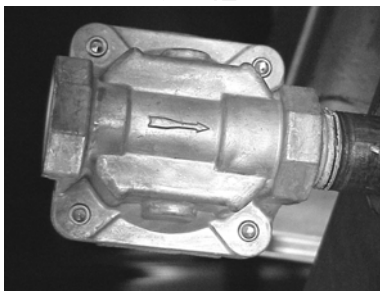
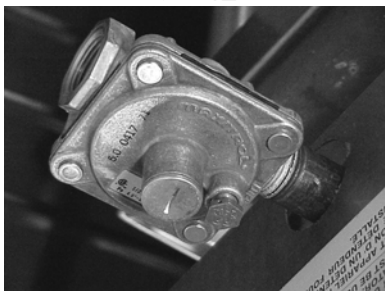

Fig. 2
Fig. 3
Il faut installer le régulateur de pression du gaz fourni avec la plaque chauffante installer le régulateur aussi près que possible de la plaque à fritre, sur la conduite de gaz. S'assurer que la flèche sur la face intérieure du régulateur pointe vers le débit de gaz allant à la plaque à fritre (Fig.2) et que le régulateur est positionné de façon à ce que le bouchon d'aération et la vis de réglage soient dirigés vers le haut droit (Fig. 3). Après avoir installé le régulateur, vérifiez et réglez la pression du gaz. La pression doit être réglée à 10 cm colonne d'eau (CE) pour le gaz naturel et 25 cm colonne d'eau (CE) pour le gaz propane, au moment où tous les brûleurs sont allumés. On recommande qu'un technicien qualifié du service de gaz ayant les outils, les instruments et les compétences nécessaires effectue l'installation de la plaque chauffante et du régulateur de pression du gaz.